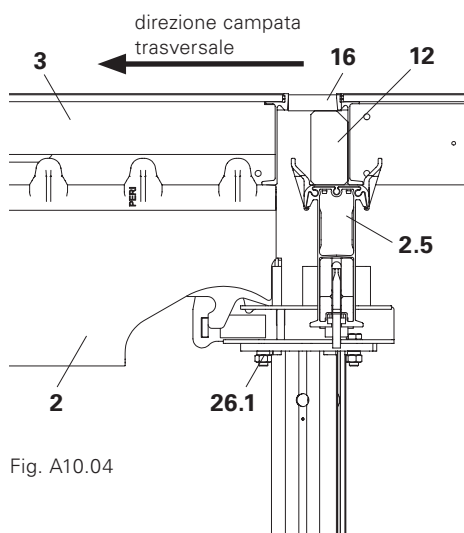

Fig. A10.04
5. Chiudere la fessura in corrispondenza dell'elemento SDP, che si viene a creare tra la campata principale e quella trasversale, con un travetto di adattamento (12) e un pannello di compensazione (16). (Fig. A10.04)